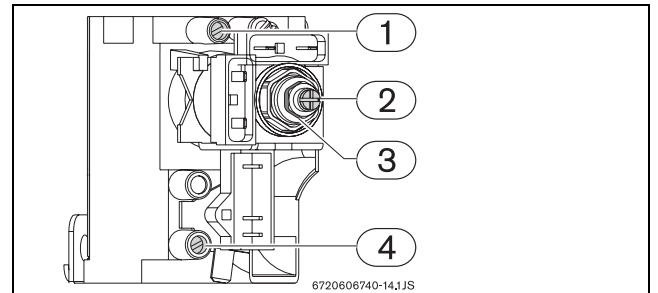

Fig. 12 Punti di controllo/regolazione gas
- Con una chiave di misura corrispondente, ruotare il dado (Fig. 12, pos. 3).
- Tenere fermo il dado (Fig. 12, pos. 3) con una chiave di misura corrispondente.
- Con un cacciavite **non magnetico** ruotare la vite (Fig. 12, pos. 2).